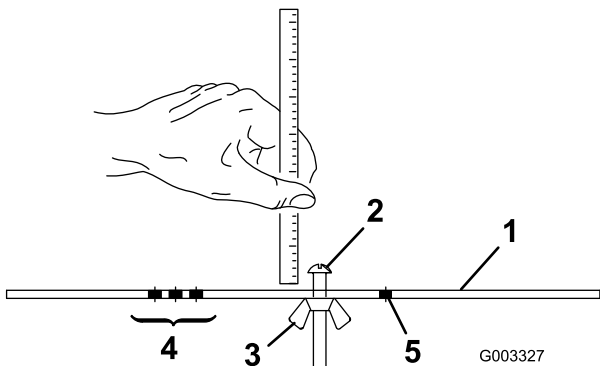

Bild 16
- 2. Lösen Sie die Mutter an der Messlehre (Bild 16) und stellen Sie die Einstellschraube auf die gewünschte Schnitthöhe ein.